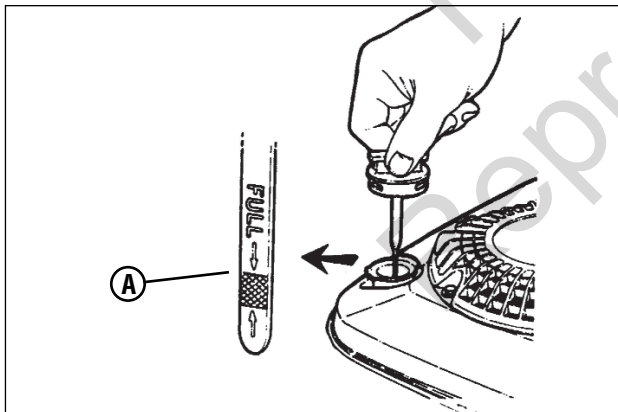

Figure 2 : Remplissages d'huile et essence
4. Vérifiez le niveau d'huile moteur (**A, Figure 2**) et rajoutez si nécessaire de l'huile pour amener le niveau au marquage du plein. Reportez-vous au manuel d'utilisation du moteur pour les spécifications de l'huile.